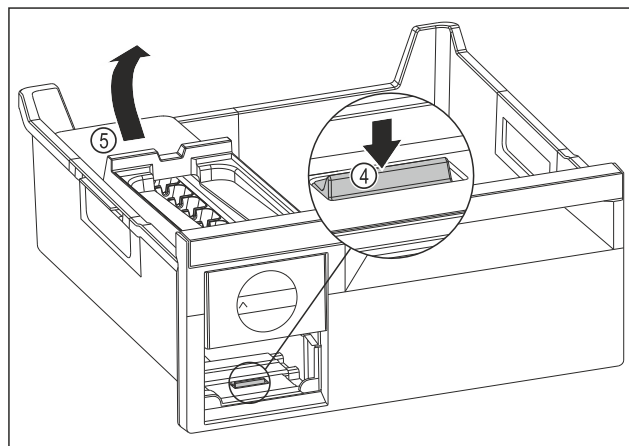

Fig. 78
- Vyjmutí korpusu EasyTwist-Ice: Lamelu Fig. 78 (4) zatlačte prstem směrem dolů a zároveň nadzvedněte druhou rukou korpus EasyTwist-Ice Fig. 78 (5) zezadu.